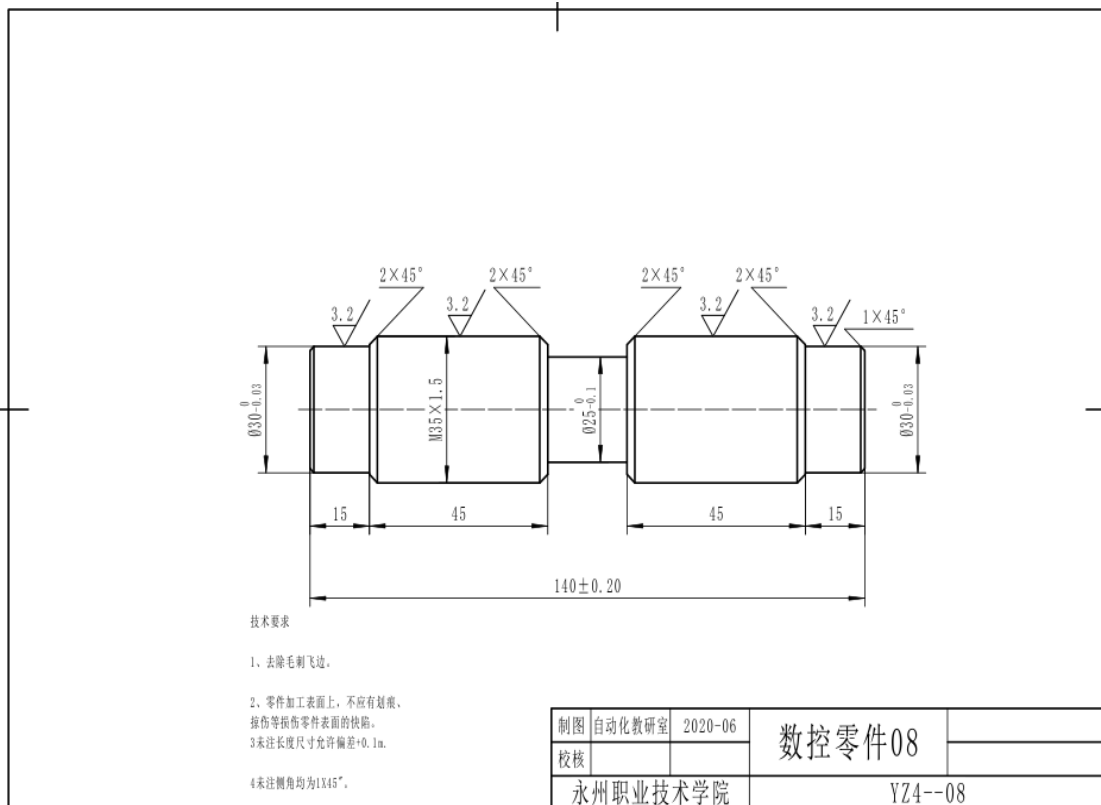

图 4-8 数控车零件 08
**任务 1:** 要求学生能按照相应的生产流程和作业标准完成图 4-8 零件的工艺编制, 并满足零件图的质量要求, 能正确填写相关工艺文件。
**任务 2:** 要求学生按照相应的生产流程和作业标准完成图 4-8 零件的加工, 并满足零件图的质量要求。毛坯尺寸:  $\phi 40 \times 142$  (单位 mm), 材料: 2A12 棒材